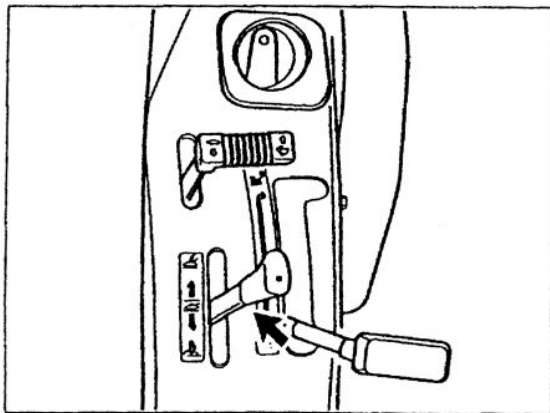

Figure 6
2. Put the hydraulic lift control lever forward, Figure 6 without running the engine.
2. Amener le levier de commande de levage hydraulique vers l'avant, Figure 6, moteur à l'arrêt.